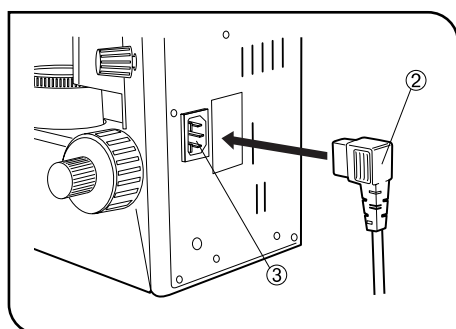

Fig. 5
1. Brancher le cordon d'alimentation ② dans la prise de c.a. ③. (Fig. 5)